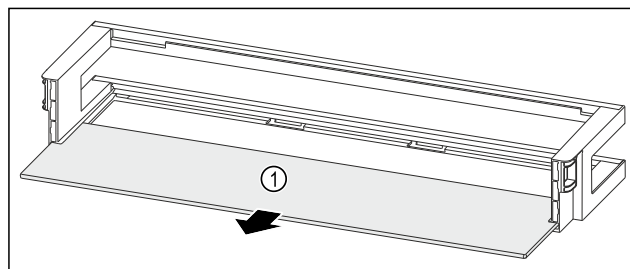

Fig. 48 Türabsteller mit Abstellfläche
- Abstellfläche Fig. 48 (1) entnehmen.